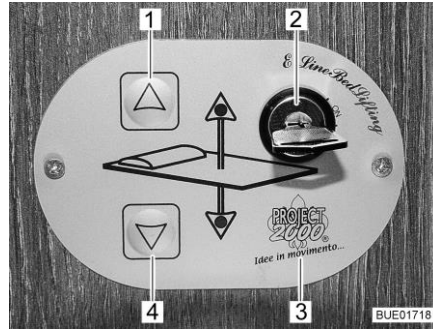

Fig. 95 Elemento di regolazione
È possibile abbassare o alzare il letto basculante tramite i tasti (Fig. 95,1 e 4) presenti sull'elemento di regolazione (Fig. 95,3). L'elemento di regolazione viene bloccato tramite l'interruttore a chiave (Fig. 95,2) per evitarne l'utilizzo accidentale.
- Ruotare la chiave dell'interruttore a chiave (Fig. 95,2) di 90° in senso orario, fino a raggiungere la posizione "On". L'elemento di regolazione (Fig. 95,3) è attivato.
- Premere il tasto freccia (Fig. 95,4) e tenerlo premuto fino a quando il letto basculante raggiunge la posizione desiderata in basso.
- Premere il tasto freccia (Fig. 95,1) e tenerlo premuto fino a quando il letto basculante raggiunge la posizione finale in alto.